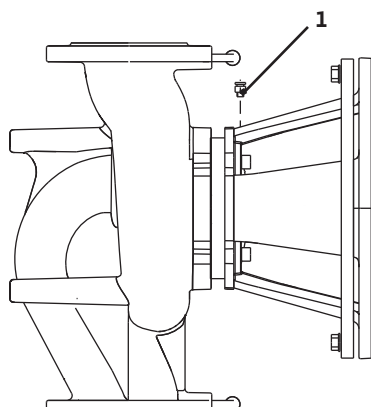

Fig. 38: Soupape d'échappement
- Purger la pompe en ouvrant les soupapes d'échappement (fig. 38, pos. 1). La marche à sec détruit la garniture mécanique de la pompe. Le capteur de pression différentielle ne doit pas être purgé (risque de destruction).